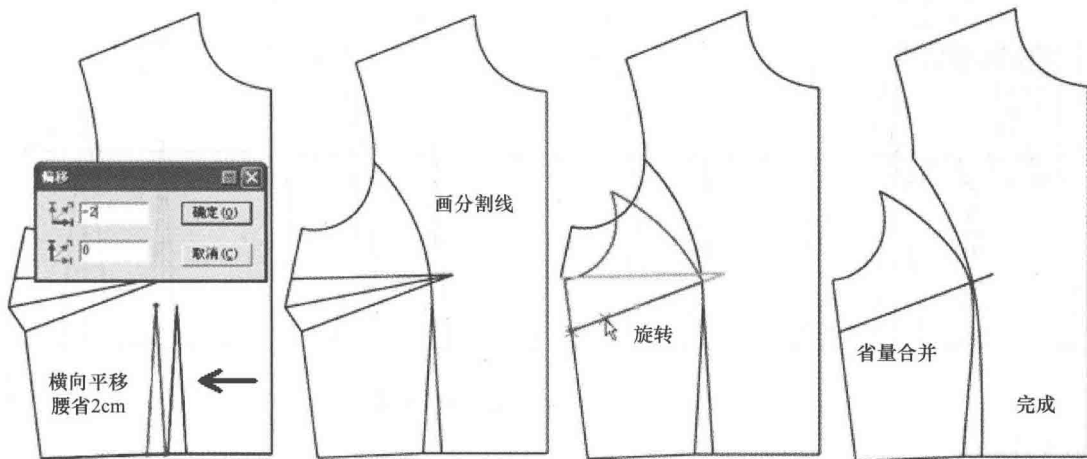

图4-46 公主缝分割设计步骤2
(7) 选择 【剪断线】工具将要旋转部位线段剪断后，选择 【旋转】工具，按着【Shift】键进入【旋转】功能。将腋下省闭合。
(8) 选择 【剪断线】工具，依次点击前片（前侧）分割弧线的2段线，然后按右键结束将前片（前侧）分割弧线的2段线连接成一条线。并选择 【调整】工具调顺前片（前侧）分割弧线，5~8步骤如图4-46所示。